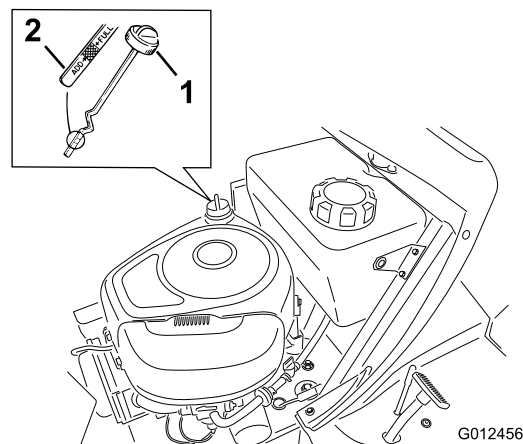

Figure 25
8. Retirez la jauge d'huile et essuyez soigneusement l'extrémité métallique (Figure 25).
9. Revissez la jauge complètement dans le goulot de remplissage (Figure 25).
7. Nettoyez la surface autour de la jauge d'huile (Figure 25) pour éviter que des impuretés ne s'introduisent dans le goulot de remplissage, ce qui risquerait d'endommager le moteur.
- Nettoyez la surface autour du bouchon de la jauge de niveau d'huile et dévissez le bouchon (Figure 25).
- Versez avec précaution environ 80% de l'huile moteur dans le goulot de remplissage (Figure 25).